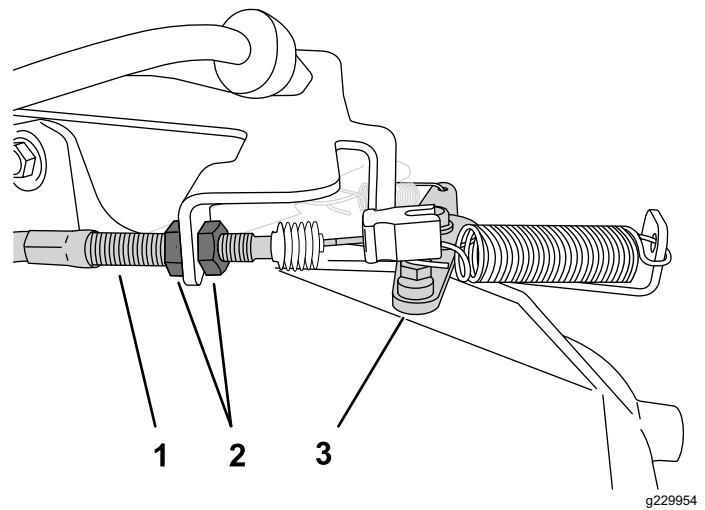

Figura 44
2. No compartimento do cabo do acelerador, desaperte a porca de retenção dianteira e aperte a porta de retenção traseira para aumentar o ralenti baixo Figura 44